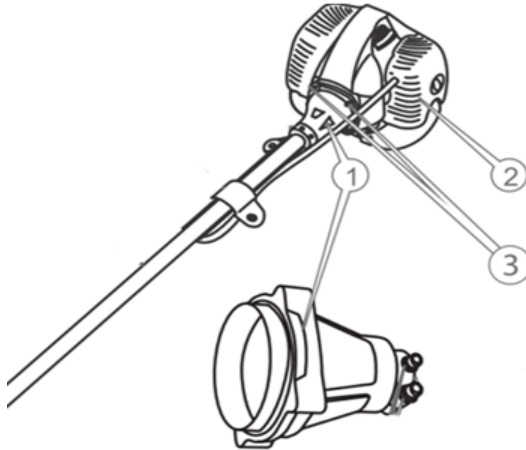

Рисунок 2. Схема приєднання «штанги» до двигуна виробу.
- поставити вузол зчеплення (1, рис. 2) на двигун (2, рис. 2) двома руками та надійно зафіксувати відповідними гвинтами (3, рис. 2);